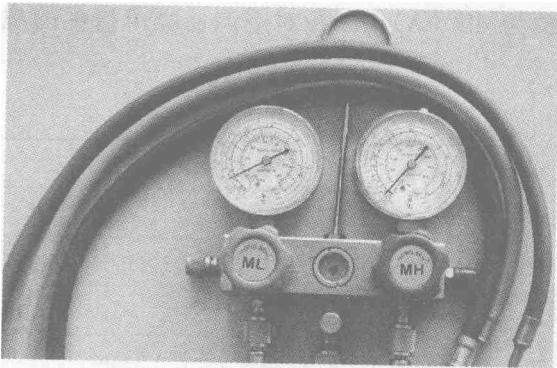

图 1—5 复合压力表
(1) 温度。温度是表示物体冷热程度的物理量，是大量分子移动的动能平均值的标志。所有的气体、液体、固体都具有热。热度的数量表示就叫温度。温度分为摄氏温度、华氏温度和绝对温度等几种。日常生活常用的是摄氏温度，摄氏温度规定在一个标准大气压下，水结成冰时的温度为 0°，水沸腾时的温度为 100°，将 0° 到 100° 之间平均分为 100 等份，每一等份叫做 1°。温度用符号  $t$  表示，单位用°C 表示。
(2) 压力。在空调制冷工程中，压力是指物体单位面积上所承受的垂直作用力，也叫压强，用  $p$  表示。由分子物理学可知，气体的压力是由大量气体分子在无规则运动中对容器壁进行频繁撞击所产生的。压力的国际单位是 Pa，或者 N/m2，它表示每平方米面积所受的垂直作用力为 1 牛顿。测量制冷系统压力使用的工具是如图 1—5 所示的复合压力表。